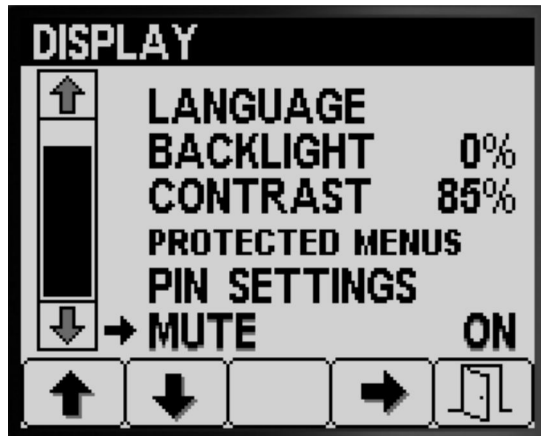

Bild 30
1. Drücken Sie Taste 1 oder 2, um auf die Option MUTE zu navigieren (Bild 30).